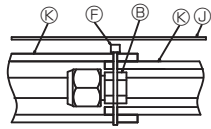

Fig. 3-10
- (2) Enrouler les gaines des tuyaux de raccordement et les fixer à la bande Ⓔ.
- (3) Fixer l'isolation Ⓛ de manière à ce qu'elle recouvre les parties coupées des tuyaux de raccordement. (Fig. 3-10)